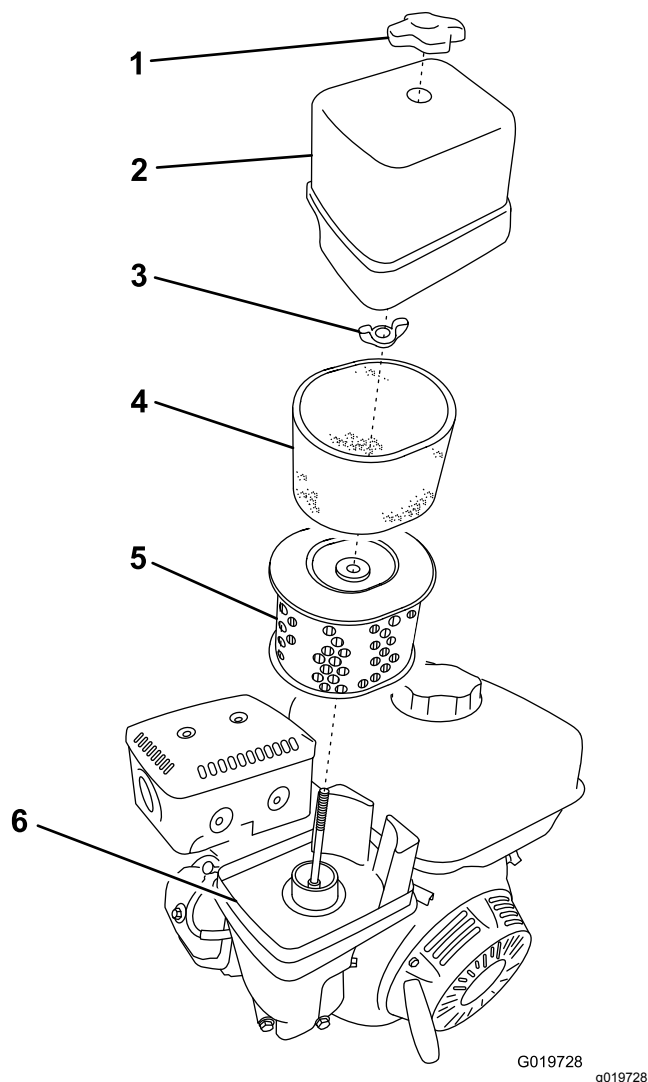

Figure 37
3. Retirez l'écrou de fixation du couvercle (Figure 37).
5. Déposez les éléments en mousse et papier de la base (Figure 37).
6. Sortez l'élément en mousse de l'élément en papier (Figure 37).